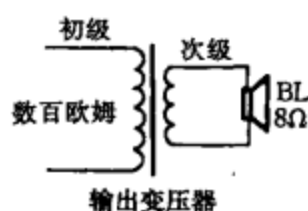

图 2-33
(1) 阻抗匹配。如图 2-33 所示，输出变压器将扬声器的 8Ω 低阻变换为数百欧姆的高阻，与放大器的输出阻抗相匹配，使得放大器输出的音频功率最大而失真最小。